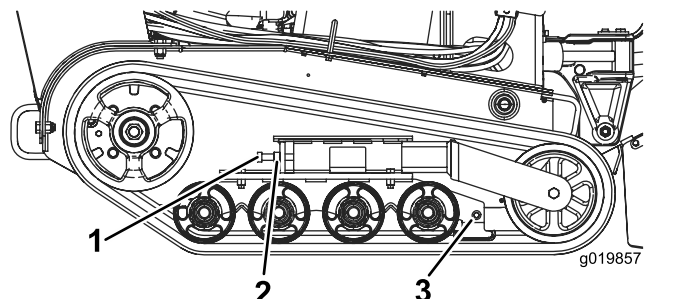

図 46
3. クローラのテンションボルトとテンションアームのクランプボルトのジャムナットをゆるめる 図 46。
4. テンションボルトを $32.5-40 \text{ N}\cdot\text{m}$ $3.3-4.2 \text{ kg}\cdot\text{m}$ = $24-30 \text{ ft}\cdot\text{lb}$ にトルク締めする 図 46。
4. テンションボルトとジャムナットをゆるめる 図 46。